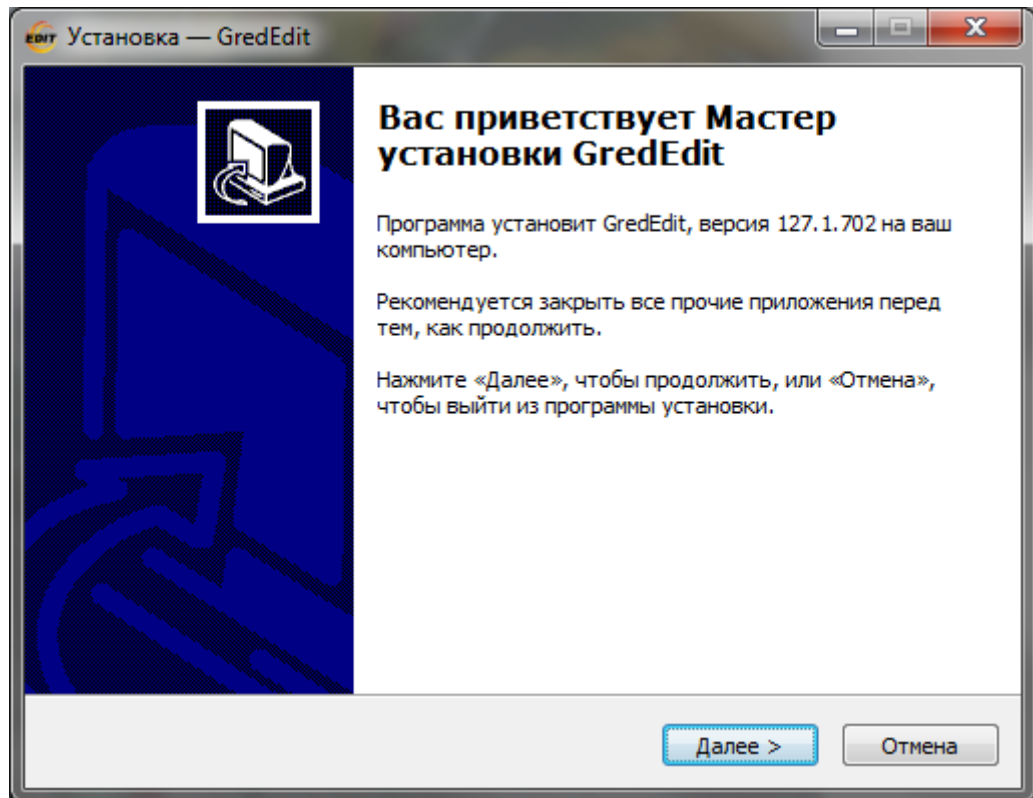

Рисунок 3.3 Окно мастера установки «Редактор»
2. В окне мастера установки (Рисунок 3.3) ознакомиться с рекомендациями по установке программы. Для продолжения установки нажать кнопку **«Далее»**.